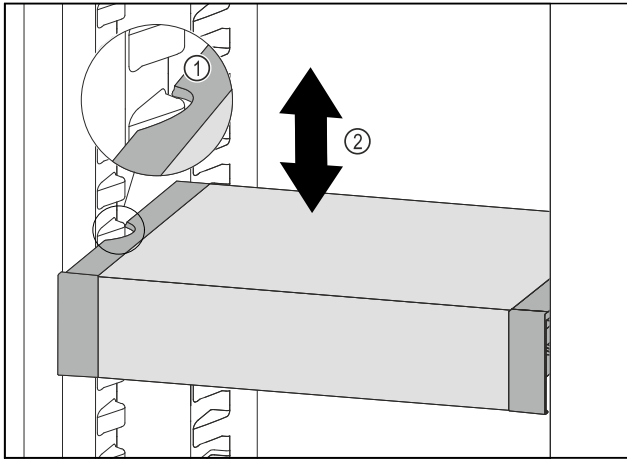

Fig. 133
- ▶ Тяните VarioSafe вперед, пока боковые выемки VarioSafe не окажутся на высоте выступа резервуара в холодильном отделении. Fig. 133 (1)
- ▶ Двигайте VarioSafe в холодильном отделении вверх или вниз, пока не будет достигнута требуемая высота. Fig. 133 (2)